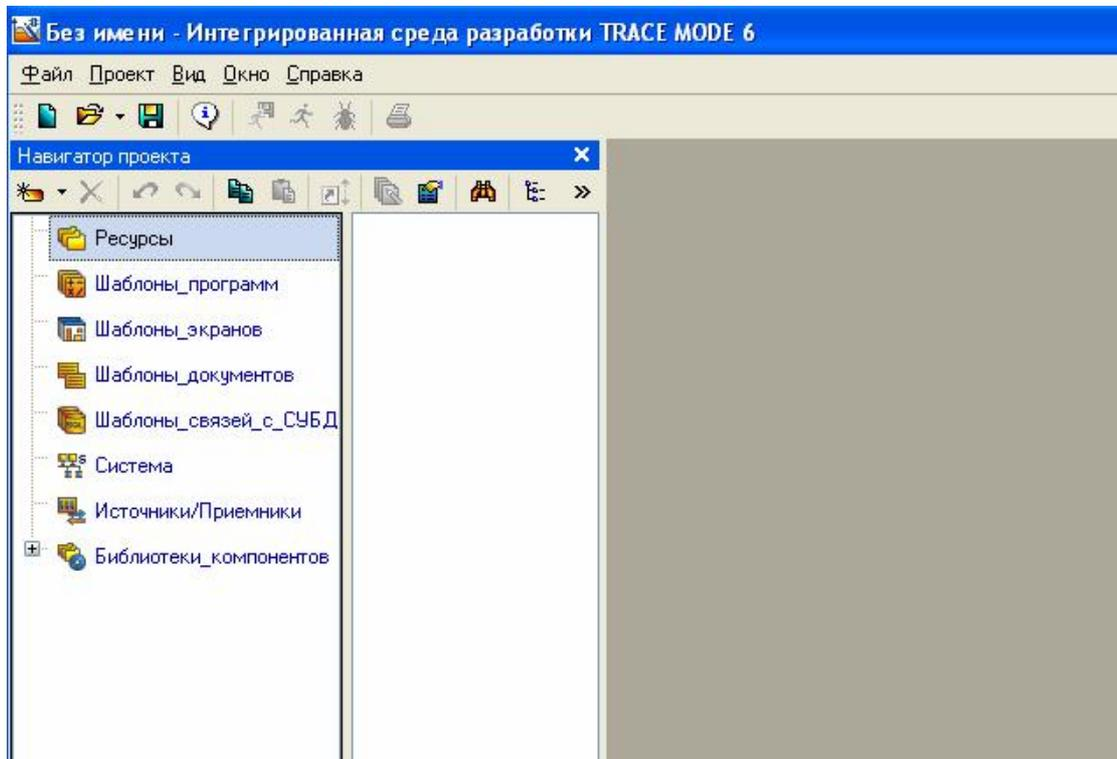

Рис.1
1.2 Открыть Trace Mode 6 и создать новый файл. При этом на экране появится окно следующего вида (см. Рис.1).